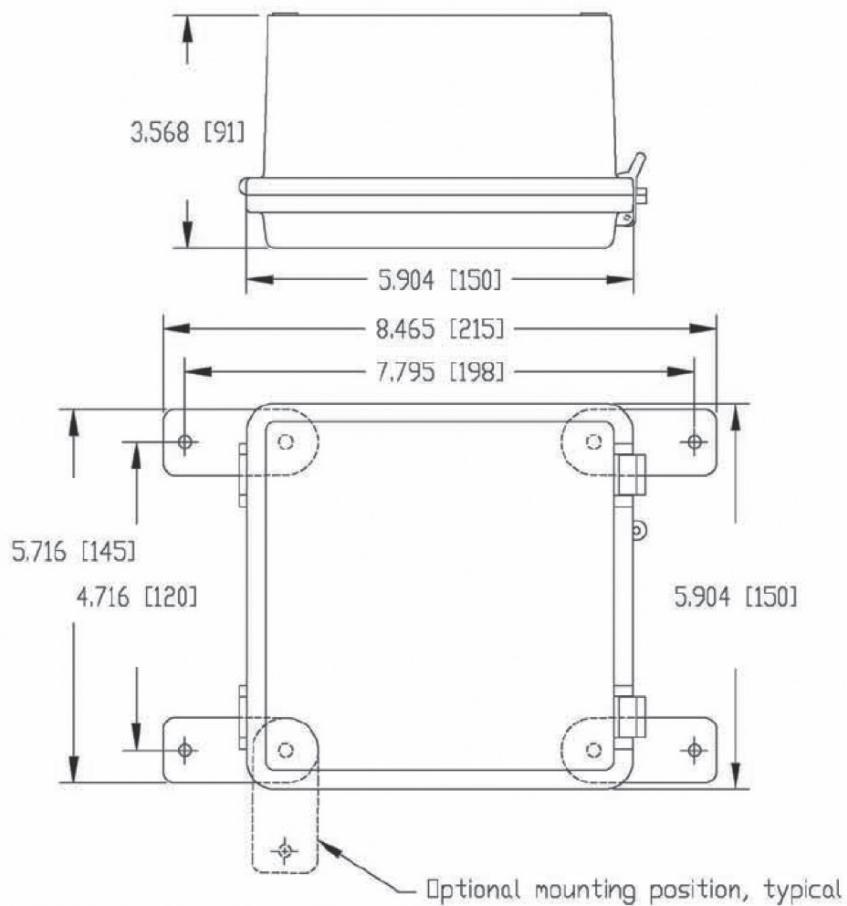

Figure 2 - Dimensions des boîtiers en plastique
| Figure 2 : Dimensions des boîtiers en plastique..... | 28 |
2. en plastique de type NEMA 4X (figure 2).